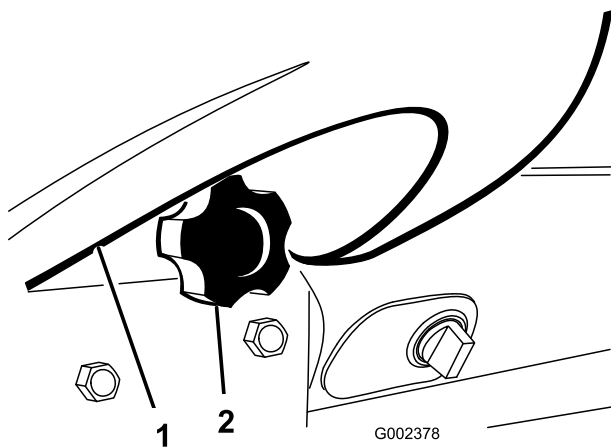

Figura 29
2. Allentate la manopola che fissa il portabicchieri al cruscotto (Figura 29), e togliete il portabicchieri.